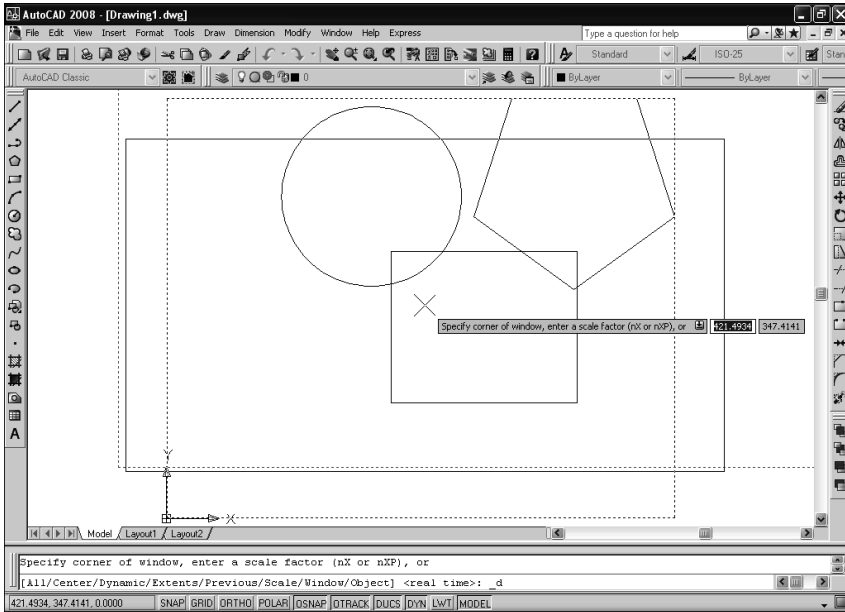

Рис. 3.6. Визир динамического масштабирования видового экрана в режиме позиционирования
- введите в командном окне **ZOOM** (ПОКАЗАТЬ) или просто **Z** (ПО), а затем введите название режима **DYNAMIC** (ДИНАМИКА) или просто **D** (D) либо щелкните *правой* кнопкой мыши и выберите команду контекстного меню **Dynamic** (Динамика).
2. После запуска команды AutoCAD отобразит текущие габариты объектов, находящихся в видовом экране (синяя пунктирная линия), а также визир с перекрестием в центре (рис. 3.6).